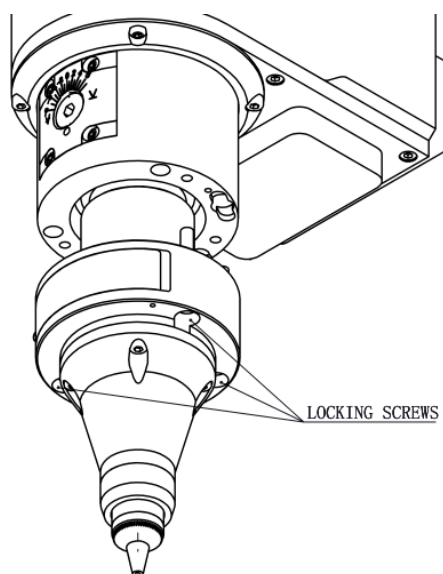
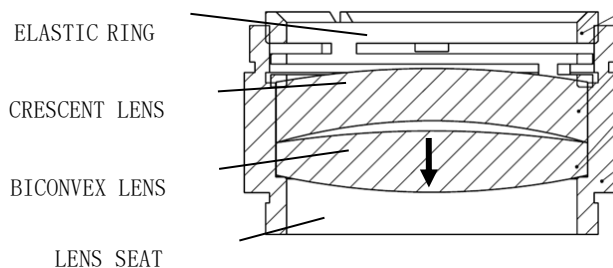

图 13 聚焦拆卸顺序
图 14 聚焦镜片装配顺序示意图
- (1) 如图 13 所示，用 3mm 内六角扳手从激光头上取出锁紧螺钉；
- (2) 用专用的镜片安装工具取出镜座组件；
- (3) 将镜座组件移到洁净的地方，用工具旋下弹性压圈并取出镜片；
- (4) 更换或清洁聚焦镜片；
- (5) 如图 14 所示将聚焦镜片谨慎地安放到镜座内，注意双凸镜箭头朝向；
- (6) 把镜座组件放置到取镜工具上，用镜片安装工具将其旋进聚焦镜管内，拧紧镜座到合适的位置，小心不要过于用力，防止镜片变形；
- (7) 重新按顺序安装配件；
- (8) 检查焦点位置是否在喷嘴孔中心，如不在中心，需重新调中操作。